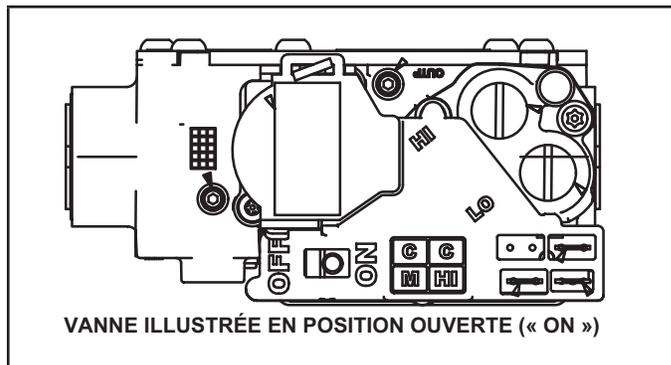

FIGURE 2
### Fonctionnement de la vanne de gaz (Figure 2)
- 6 - Mettre le levier de la vanne de gaz sur OFF (FERMÉE). Voir Figure 2.
- 8 - Mettre le levier de la vanne de gaz sur ON (OUVERTE). Voir Figure 2.